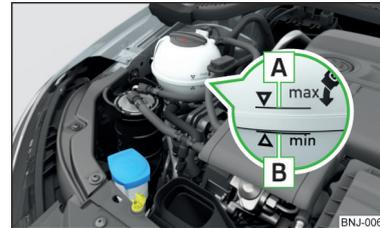

Fig. 148
La désignation du liquide de refroidissement est indiquée sur le vase d'expansion du liquide de refroidissement » fig. 148 à la page 163.
- Ne versez pas le liquide de refroidissement au-delà de la marque **A** » fig. 148 à la page 163.
Vase d'expansion du liquide de refroidissement » fig. 148
➤ Contrôlez le niveau du liquide de refroidissement dans le vase d'expansion du liquide de refroidissement » fig. 148.
Le résultat du contrôle peut être imprécis si le moteur est à température de service. Le niveau peut également se trouver au dessus du marquage **A** » fig. 148.